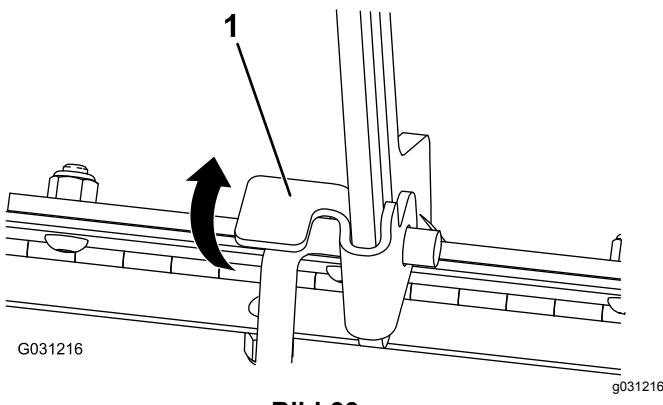

Bild 33
1. Heben Sie die Nase an, mit der die Stützstange befestigt ist (Bild 33)